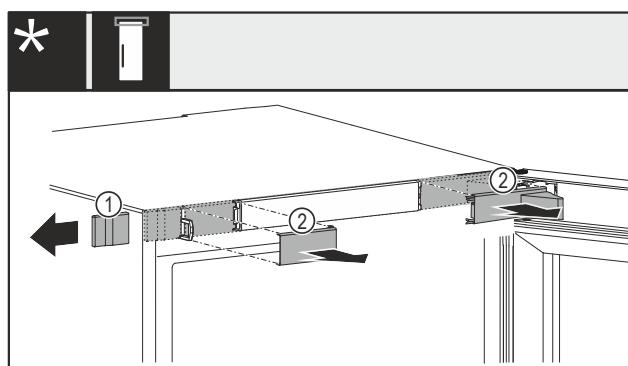

Fig. 14 带机械或电气锁\*
- ▶ 将盖板 Fig. 14 (1) 小心地从侧面移除。\*
- ▶ 将盖板 Fig. 14 (2) 小心地向前移除。\*